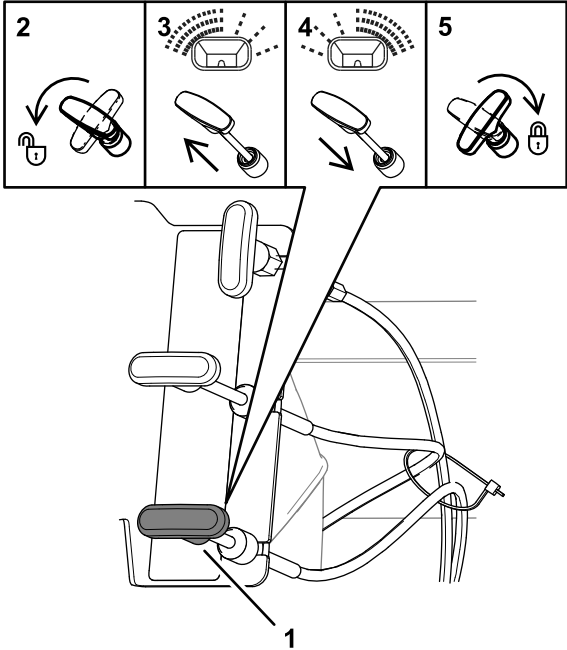

Figura 27
1. Desbloquee el control del difusor girando la maneta 90° en sentido antihorario, como se muestra en la Figura 27, 2.
- Si se esparce demasiado material en el lado izquierdo de la máquina, presione el control del difusor un poco hacia abajo; consulte la Figura 27, 3.
- Si se esparce demasiado material en el lado derecho de la máquina, tire del control del difusor un poco hacia arriba; consulte la Figura 27, 4.
3. Bloquee el control del patrón de esparcido girando la maneta 90° en sentido horario; consulte la Figura 27, 5.